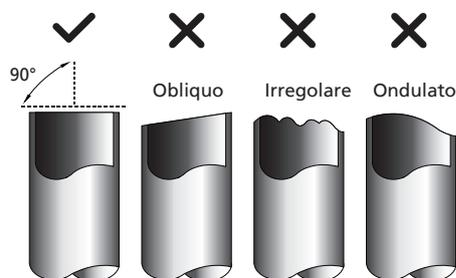

Fig. 7.3
1. Verificare che il tubo sia tagliato con un'angolazione esatta di 90°. Fare riferimento agli esempi di taglio non corretto riportati nella Fig. 7.3.